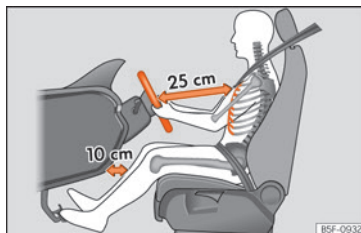

Fig. 2 Der skal være en afstand på mindst 25 cm (10 inches) mellem føreren og rattet.
- Indstil rattet, så afstanden mellem rattet og din brystkasse er mindst 25 cm (10 tommer) » Fig. 2, og du med begge hænder og let bøje arm kan tage fat om rattets sider på den yderste kant.
» Fig. 2.